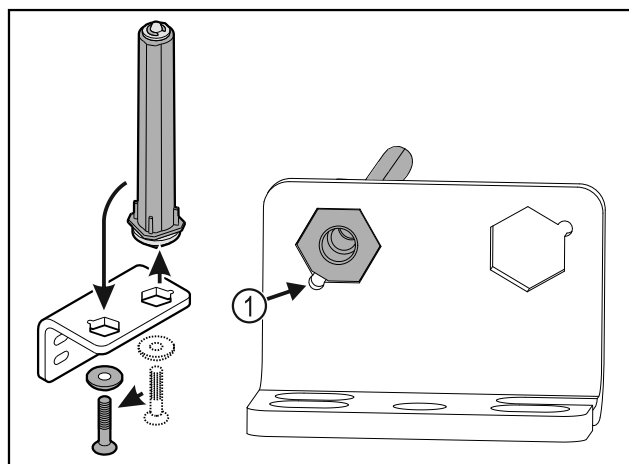

Fig. 22
- ▶ Darauf achten, dass beim Einsetzen die Bolzenabschrägung Fig. 22 (1) zum runden Loch zeigt.